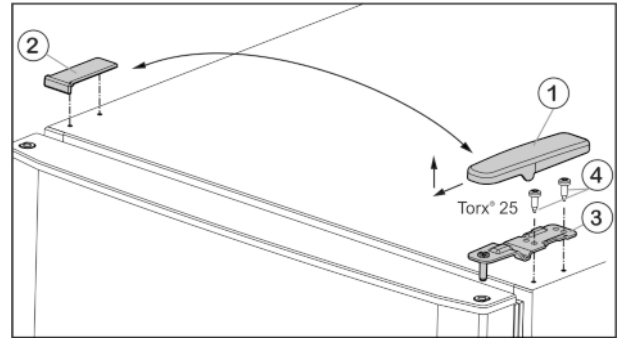

Fig. 4
- ▶ Enlever le cache Fig. 4 (1) vers l'avant et vers le haut.
- ▶ Retirer le cache Fig. 4 (2).
- ▶ Dévisser le support d'appui supérieur Fig. 4 (3)(2 Torx® 25) Fig. 4 (4) et retirer vers le haut.
- ▶ Placer le support d'appui supérieur Fig. 4 (3) sur le nouveau côté charnière de porte.
- ▶ Revisser le support de palier (**en appliquant un couple de 4 Nm**) (2 Torx® 25) Fig. 4 (4). Utiliser au besoin une visseuse sans fil.
- ▶ Remettre en place l'habillage Fig. 4 (1) du côté opposé depuis l'extérieur et l'enclencher.
- ▶ Remettre en place l'habillage Fig. 4 (2) du côté opposé depuis le dessus et l'enclencher.